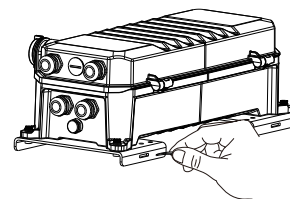

Fig. 24
- 1.4 Insérez les bandes de poteau dans les deux plaques de montage pour pilote à distance (Fig. 24).